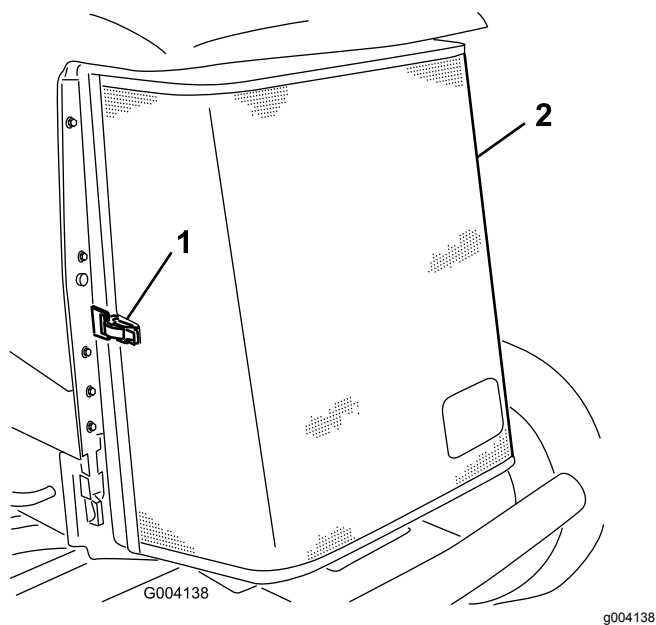

Figura 82
3. Sbloccate il morsetto e aprite la griglia posteriore (Figura 82).